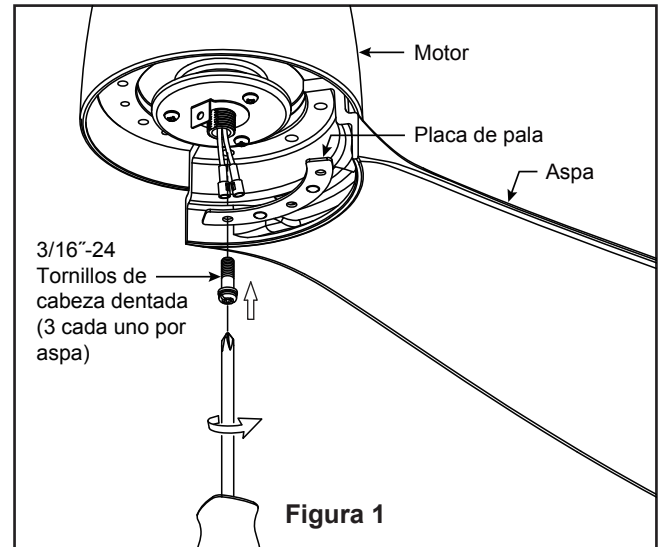

Figura 1
- ☐ 1. Alinee los orificios del aspa con el poste el ensamble del motor. Asegúrese de que el aspa esté completamente asentado sobre el volante del ensamble del motor. Coloque la placa de la pala sobre la pala con los orificios alineados e instale la pala en la rueda giratoria usando los tornillos de cabeza dentada, fije completamente los tornillos para fijar las palas en la rueda giratoria del motor. (Figura 1)